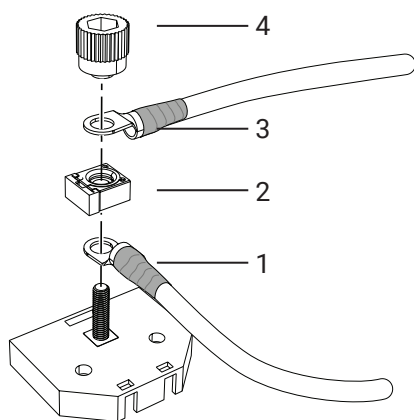
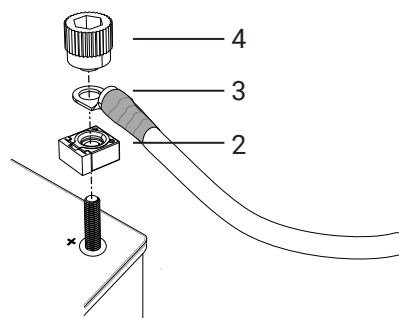

Figure 81. Connexion à la boîte à fusibles
Figure 82. Connexion au pôle plus de la batterie
2. Le cas échéant, assurez-vous que l'interrupteur de cabine (CS) est en position « Arrêt ».
3. Lorsque vous utilisez la boîte à fusibles, connectez le câble (1) au pôle plus de la batterie et à la boîte à fusibles et placez le fusible (2) sur le dessus, voir Figure 81.
4. Lorsque vous vous connectez directement au pôle plus de la batterie, placez le fusible (2) sur le pôle plus, voir section Figure 82.
5. Connectez le câble d'alimentation principal (3) à la boîte à fusibles / pôle plus, voir sections Figure 81 - Figure 82.
6. Vissez les connecteurs de câbles et le fusible principal au bouton (4). Les câbles sont montés à 90° ou 180° les uns par rapport aux autres. Le fusible doit être monté perpendiculairement par rapport aux câbles, voir Figure 81 - Figure 82.